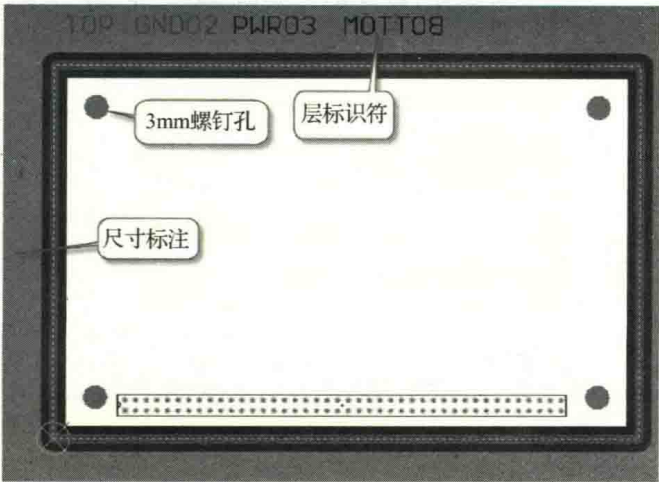

图 13-13 板框的绘制及定位孔的放置
(1) 按照设计要求，板框定义为 45mm×70mm 的矩形，可以通过执行菜单命令“Place-Line”，自绘一个满足尺寸要求的矩形框。
(2) 选中绘制好的闭合的矩形框，执行菜单命令“Design-Board Shape-Define from selected objects”，或者按快捷键“DSD”定义板框。
- (3) 执行菜单命令“Place-Dimension-Linear”，在 Mechanical（机械）层放置尺寸标注，单位选择“mm”。
- (4) 放置层标识符“TOP GND02 PWR03 BOTTOM”，如图 13-13 所示。
- (5) 在离板边角落 5mm 的位置，放置 4 个 3mm 的非金属化螺钉孔。